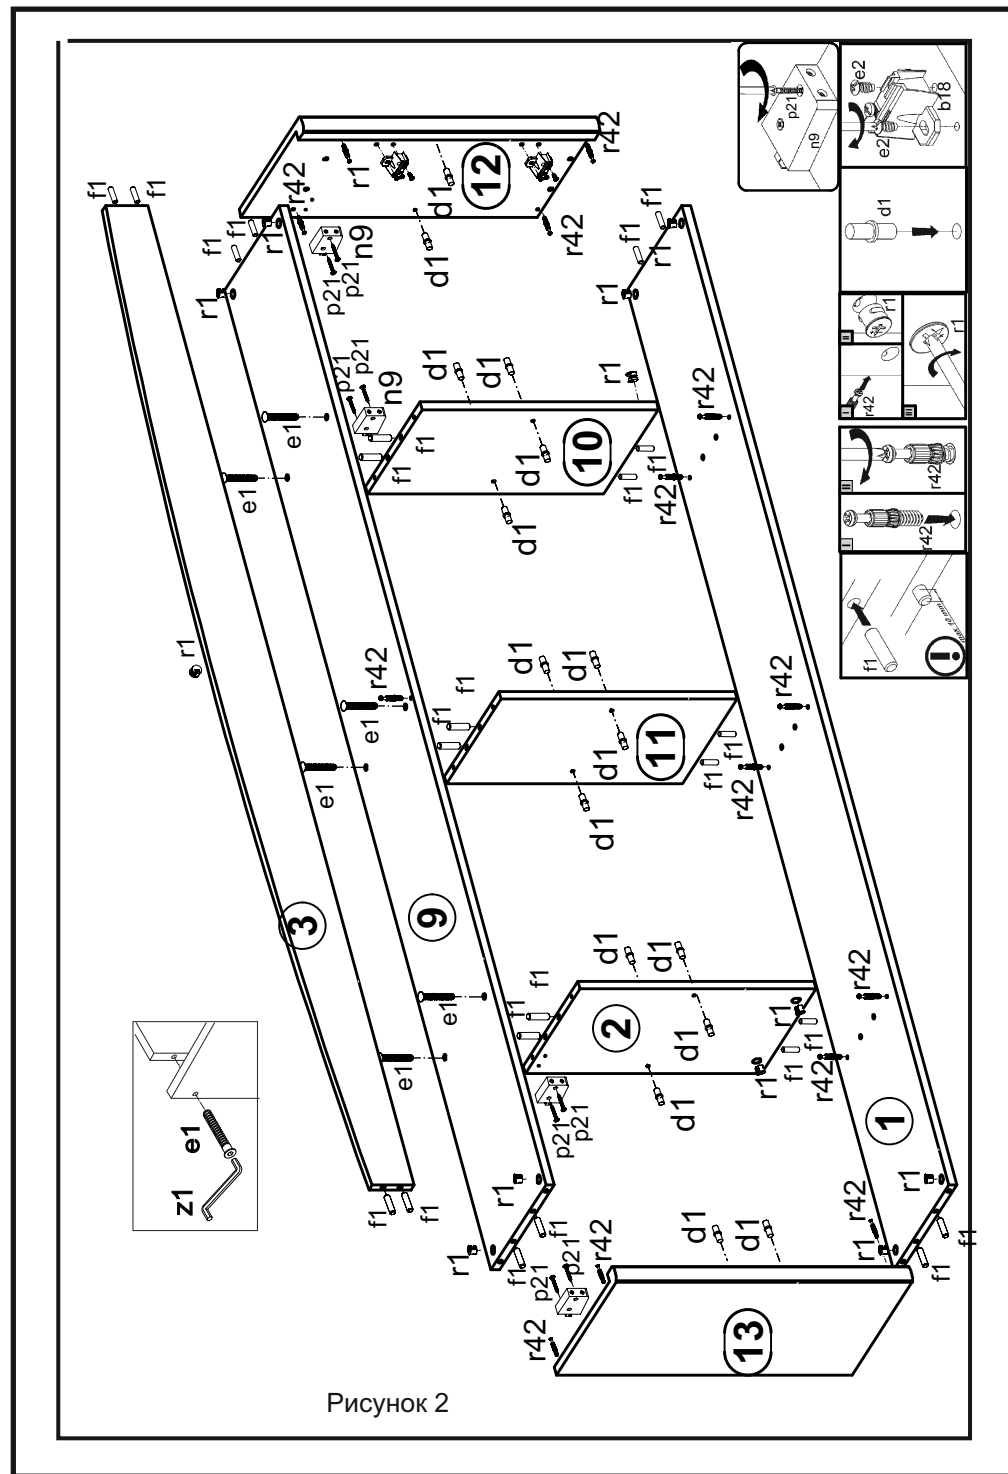

Рисунок 2
2. В отверстия $\varnothing 8$ мм на верхних и нижних кромках стенок средних **2, 10, 11**, боковых кромках полок соединительных **1, 9**, цоколя **3** вбить деревянные шканты **f1** (см. рис. 2). **ВНИМАНИЕ!** В случае, если шкант выступает из отверстия более, чем на **10 мм**, его необходимо укоротить, т.к. возможно повреждение деталей.
3. В отверстия $\varnothing 5$ мм на верхней поверхности полок соединительных **1, 9**, боковых поверхностях стенок боковых **12, 13** вкрутить винты стяжки **r42** (см. рис. 2).
4. В отверстия $\varnothing 15$ мм на верхней поверхности полок соединительных **1, 9**, внутренних поверхностях стенок средних **2, 10, 11**, задней поверхности цоколя **3**, вставить стяжки эксцентриковые **r1** (см.рис. 2).
5. На внутренней поверхности стенок боковых **12,13** прикрутить шурупами **e2** ответные планки петель **b18** (см. рис. 2).
6. В отверстия $\varnothing 3$ мм (кернения) на внутренней поверхности стенок боковых **12,13**, левой поверхности стенки средней **2** и правой поверхности стенки средней **10** при помощи шурупов **p21** закрепить кронштейны для навешивания **n9**, пользуясь отверткой (см. рис. 2).
7. В отверстия $\varnothing 5$ мм на внутренних поверхностях стенок боковых **12,13**, на поверхностях стенок средних **2, 10, 11** вбить полкодержатели **d1** (см. рис. 2).
9. Полку соединительную **9** прикрепить к деталям **2, 11, 10** с помощью конформатов **e1**, пользуясь конформатным ключом **z1** (см. рис. 2).